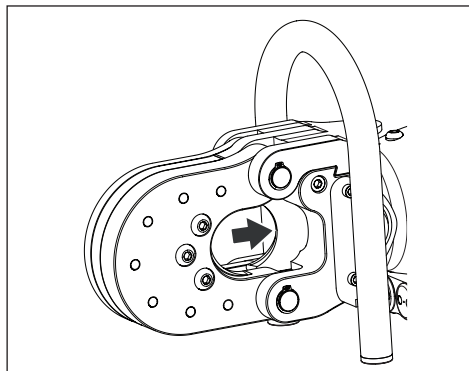

Abbildung 8, Kolben und Messer in der Ausgangsposition (vollständig eingefahren)
Stellen Sie vor dem Positionieren von Material zwischen dem Schneidkopf stets sicher, dass sich der Kolben und das bewegliche Messer in der „Ausgangsposition“ (vollständig zurückgezogen) befinden. Siehe Abbildung 8.
1. Stellen Sie sicher, dass sich der Kolben in der „Ausgangsposition“ (vollständig zurückgezogen) befindet. Siehe Abbildung 8.